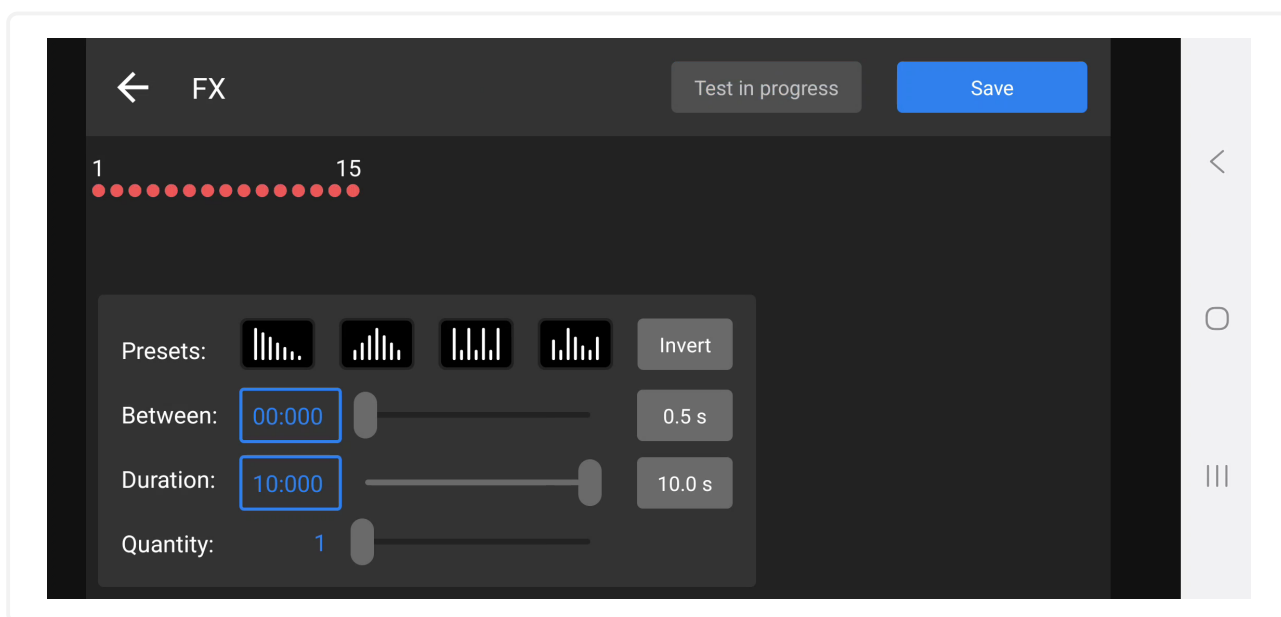

Рис. 79: Экран режима FX
4. На индикации контрольных точек (в левом верхнем углу экрана), все 15 точек  должны загореться красным цветом см. рис. 79 на предшествующей странице